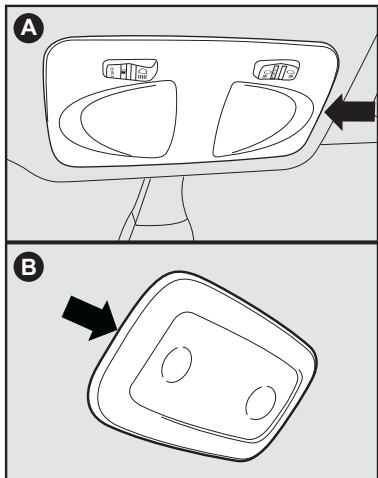
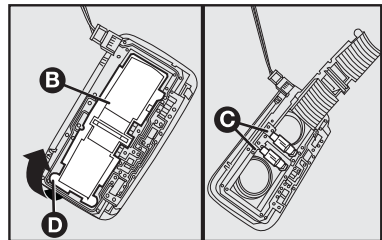

fig. 31
fig. 32
- Com uma chave de fenda (não fornecida) no ponto indicado pela seta **fig. 31**, remover o conjunto da luz interna montada a pressão pelas travas. Cuidado para não danificar o revestimento do teto e a plafoniera com a ferramenta.
- Para conjunto de luz **A-fig. 31**, abrir a tampa no sentido indicado pela seta **fig. 32**. Se necessário, utilizar uma chave de fenda (não fornecida) para abri-la, atuando no ponto indicado **D-fig. 32**;
- Substituir a lâmpada **C-fig. 32** exercendo uma pressão com a própria lâmpada para o lado direito e puxar para cima;
- Fechar a portinhola **B-fig. 32**.
Algumas versões podem apresentar conjunto de luz interna como o representado em **B-fig. 31**;